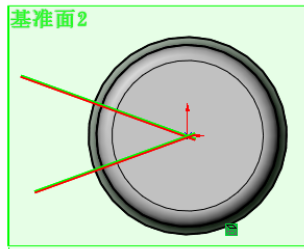

图 7-118 转换实体引用的草图
③ 转换实体引用。单击“草图”工具栏中的“草图绘制”图标按钮, 进入草图绘制状态。单击杯体上边线，然后选择菜单栏中的“工具”→“草图工具”→“转换实体引用”命令，将边线转换为草图，结果如图 7-118 所示。